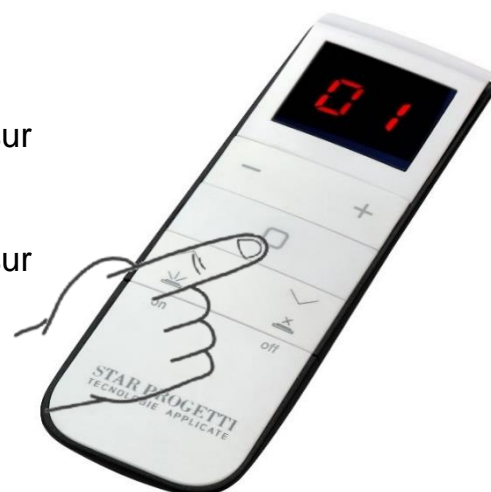

Fig.13
- Sur le canal "1", appuyez sur le bouton comme indiqué sur la fig. 13